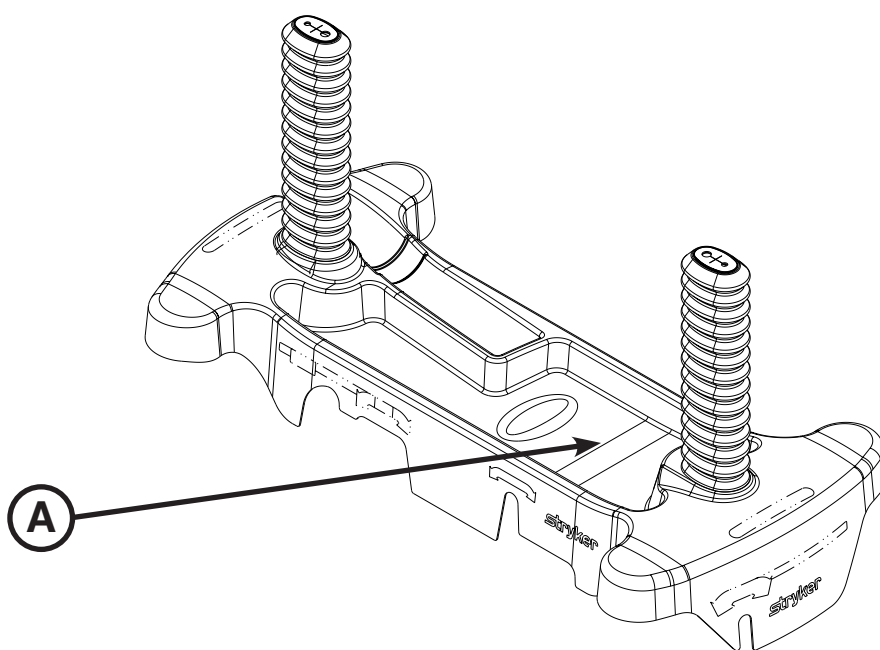

Figura 8 - Area di deposito della copertura della base
Si possono riporre oggetti sulla copertura della base (A) come illustrato nella Figura 8.